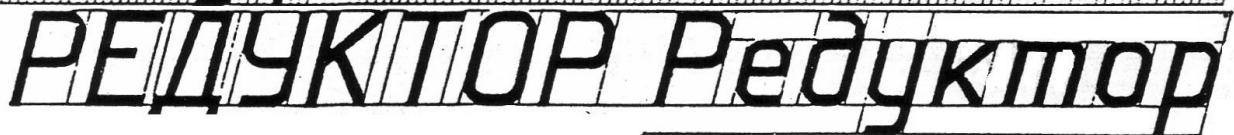

Рисунок 16 - Шрифт
- 3.Толщину букв шифра выполнить в соответствии с ГОСТ 2.304-81, рис.16